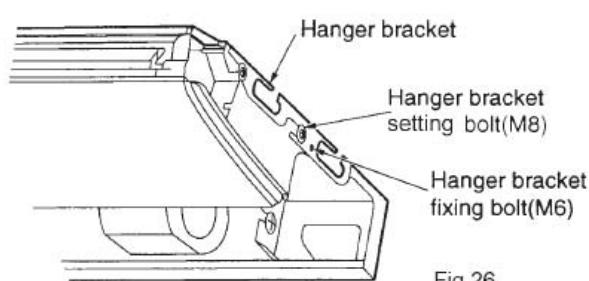

Fig.26
- Afrouxe os dois grampos de regulagem do suporte gancho (M8) em cada lado por menos que 10mm. Remova os dois grampos de fixação do suporte gancho (M6) da parte de trás. Desprenda o suporte gancho puxando-o para trás (Siga Fig.26)
Aperte os dois grampos de regulagem do suporte gancho (M8) (siga Fig.26).
Aperte os dois parafusos de fixação do suporte gancho (M6) para evitar que a unidade se movimente (consulte Fig.26).